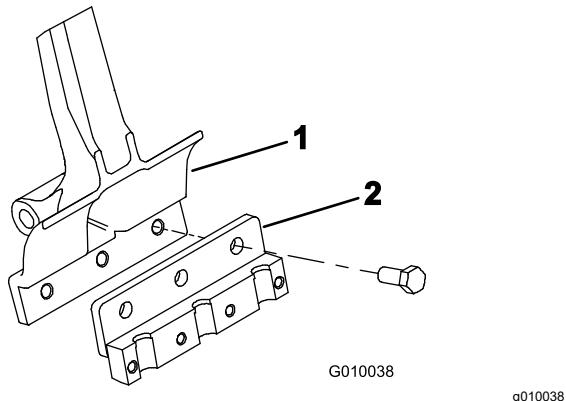

Figure 22
- Fixez un porte-louchets sur chaque bras d'aération (Figure 22) à l'aide de 3 boulons ($\frac{1}{2}'' \times 1\frac{1}{4}''$). Serrez les boulons à 101,6 N·m.